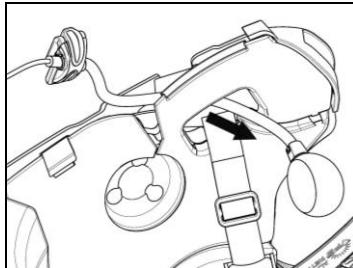
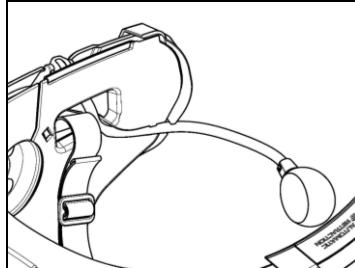

Fig. 12
Fig. 13
- Inserire il microfono all'interno dell'asola (Fig. 12) e posizionarlo nell'apposita sede, inserendo il braccetto del microfono nella scanalatura presente sul telaietto di aggancio mentoniera (Fig. 13).